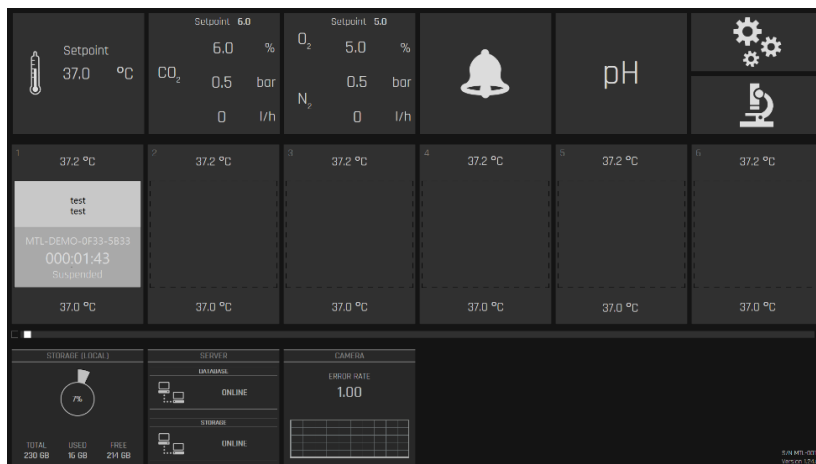

Figura 20.5 Visualizzazione time-lapse sospesa
2. Quando viene selezionata la Linea 2, la relativa spia verde si accende. Inoltre, il cambio di linea è indicato sullo schermo principale dalla scritta in sovrapposizione "2" (vedere Figura 20.5).